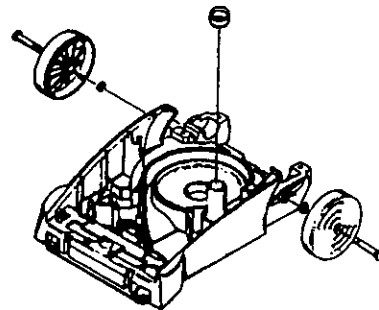

Fig. 28
1. Press fit to standpipe (Fig. 28).